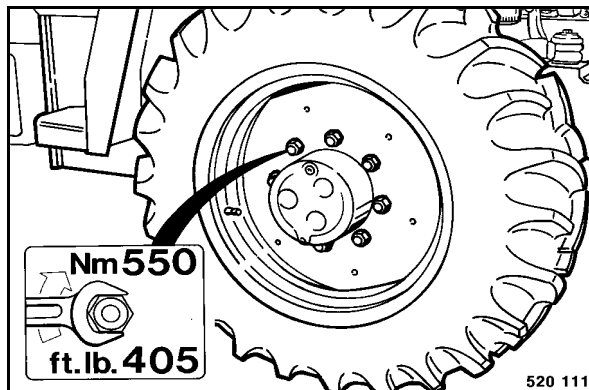

fig. 192
- Mettre une nouvelle roue en place (fig. 192) et serrer les écrous de roue en croix à un couple de serrage de 550 Nm.